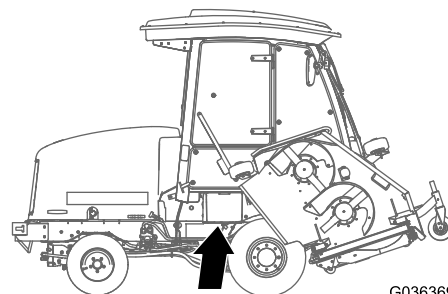

Bild 64
1. Öffnen Sie die Batterieabdeckung an der Seite der Abdeckung (Bild 64).
Hinweis: Üben Sie Druck auf die flache Oberfläche über der Batterieabdeckung aus, um das Entfernen der Abdeckung zu erleichtern (Bild 64).